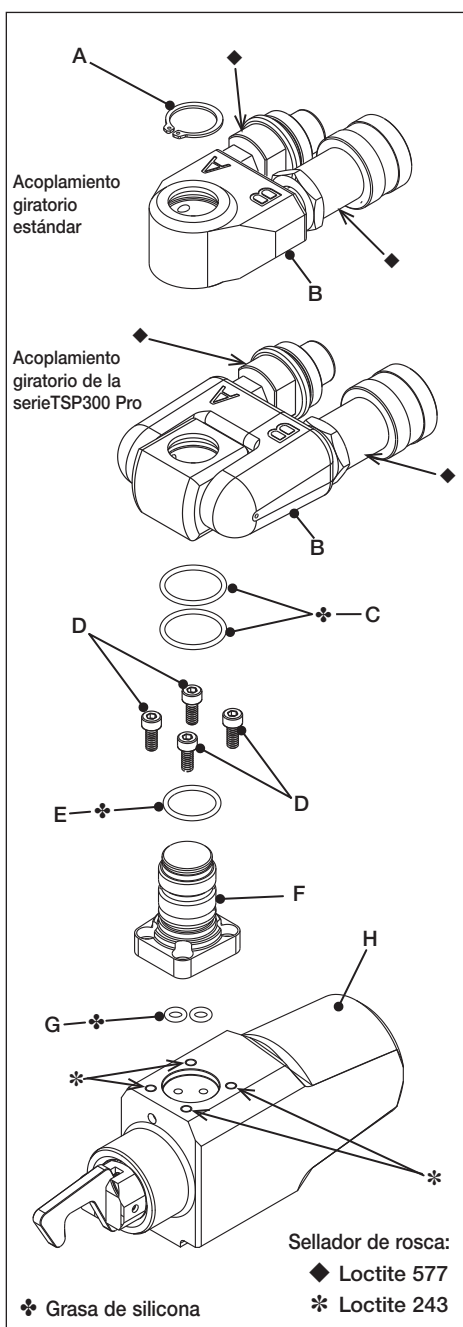

Fig. 16
5.3 Mantenimiento completo - Acoplamiento giratorio hidráulico y unidad de accionamiento (Fig. 16, 17 y 19)